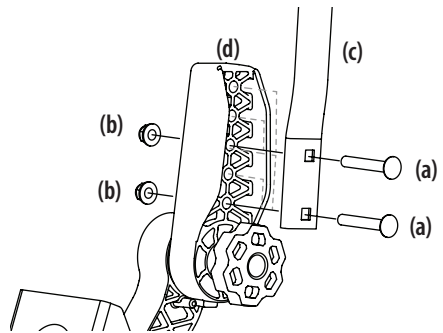

Figura 8
- Extraiga los dos tornillos de carro (a) y las dos tuercas de seguridad con brida (b) que sujetan la palanca de control de la transmisión de barra de seguridad (c) hasta el regulador de altura superior (d). Consulte la Figura 8.
- Mueva la palanca de control de la transmisión de barra de seguridad hasta una de las tres alturas disponibles y sujétela en su lugar con los tornillos del carro y las tuercas de seguridad con brida. Consulte la Figura 8.
4. Si las palancas de control no se alinean después de ajustar la perilla, afloje las tuercas (b), alinee las palancas de control y vuelva a apretar las tuercas. Una vez que se realiza este ajuste fino, las palancas de control se alinearán al usar el ajuste de la perilla. Consulte la Figura 8 en la página 40.